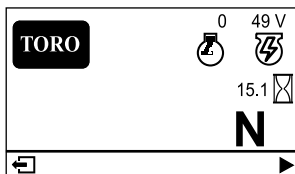

Figura 22
- **Pantalla principal de información (Figura 22):** muestra información actual de la máquina con la llave en la posición de CONECTADO.